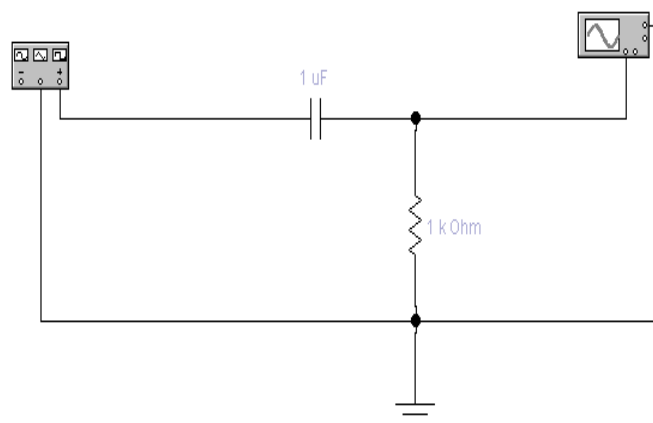

Рисунок 10.1
5.3.Электрические схемы (См. Рис. 10.1 и 10.2).
7.1. Смоделируйте схему для исследования выходных характеристик в дифференцирующих цепях (См. Рис. 10.1). Установите заданные параметры элементов (См. Табл. 10.1.)